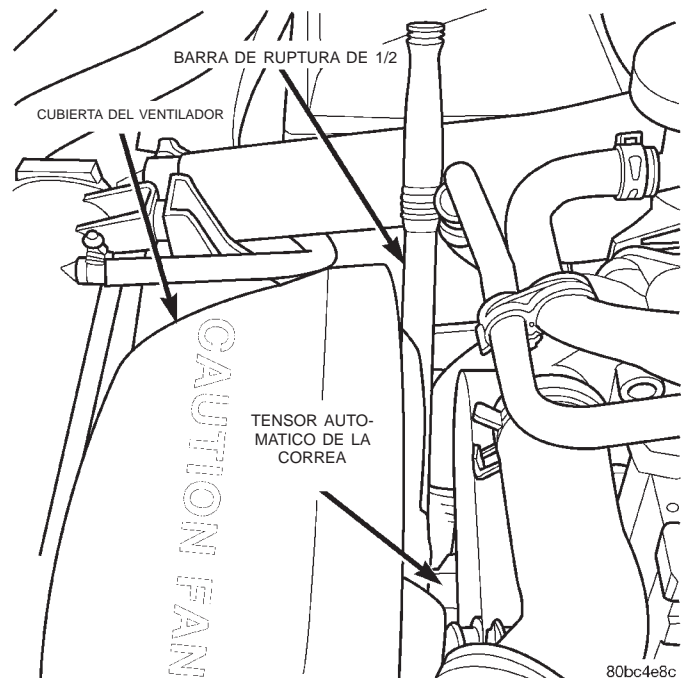

Fig. 28 Instalando la correa de transmisión de accesorios
(1) Coloque la correa en las poleas de transmisión de accesorios. Gire la polea del tensor hasta que la correa pueda ser instalada en su posición original (Fig. 28).